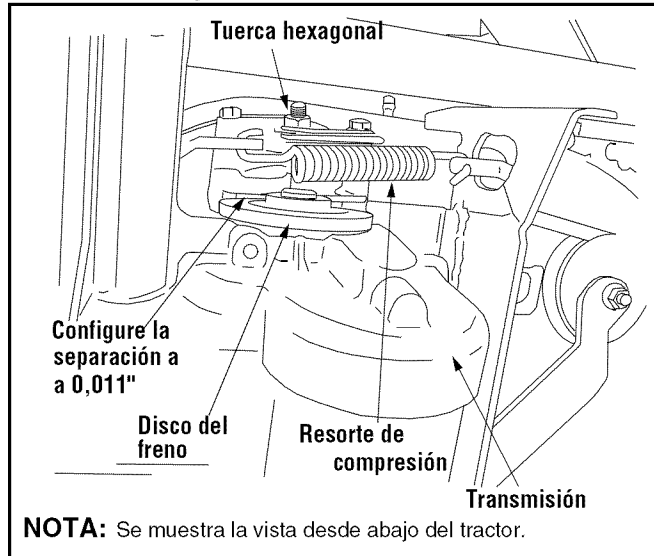

Figura 11
- Mirando la transmisión desde el lado derecho del tractor, localice el resorte de compresión y el disco del freno. Consulte la Figura 11.
- Afloje, pero NO extraiga, la tuerca hexagonal ubicada en el lado derecho del montaje de frenos. Vea la Figura 11.